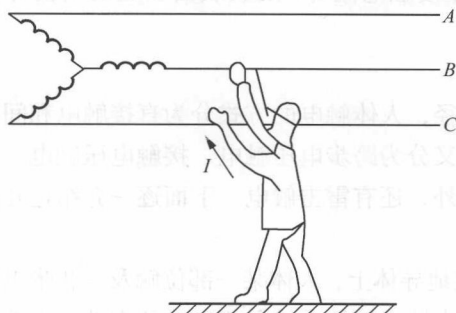

图 1-2 两相触电
② 两相触电。两相触电是指人体的不同部位同时接触两相电源带电体而引起的触电。如图 1-2 所示，这时无无论电网中性点是否接地，人体与地是否绝缘，人体都会触电。在这种情况下，电流由一相导线通过人体流至另一相导线，人体将两相导线短接，人体所承受的线电压比单相触电时高，故这种触电方式是最危险的触电，但这种情况并不常见。